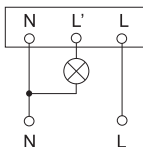

Рисунок 9. Схема подключения датчиков ДД-МВ101, ДД-МВ401
– Подключить датчик в соответствии со схемой, приведённой на рис. 9, к безвинтовым контактам клеммной колодки.